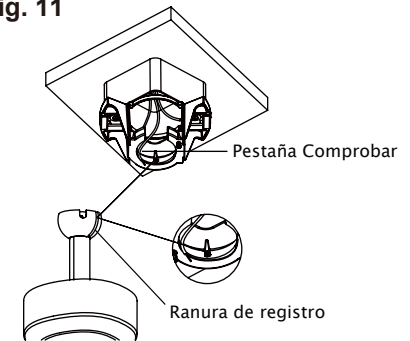

Fig. 12
**Paso 3.** Ahora levante el cuerpo del motor en su posición y coloque la bola colgante en el soporte de la percha. Gire hasta que la "pestaña Comprobar" haya caído en la "Ranura de registro" y los asientos firmemente. Todo el cuerpo del motor no debe girar si esto se hace correctamente. (Fig. 12)